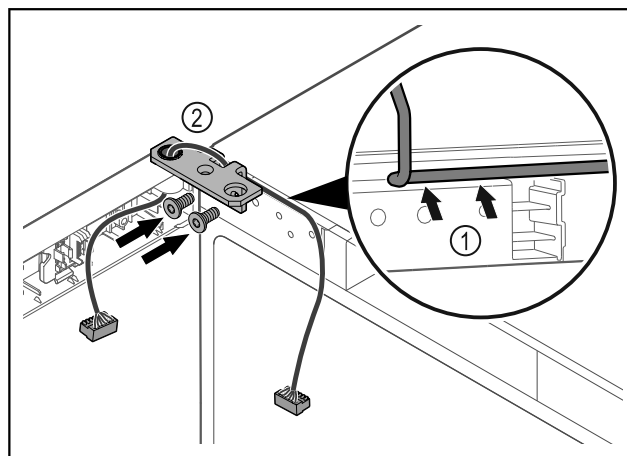

Fig. 58
- ▶ Dirijați cablul prin degajarea colțarului balamalei și dispuneți-l cu precauție Fig. 58 (1).
- ▶ Înșurubați Fig. 58 (2) colțarul balamalei.